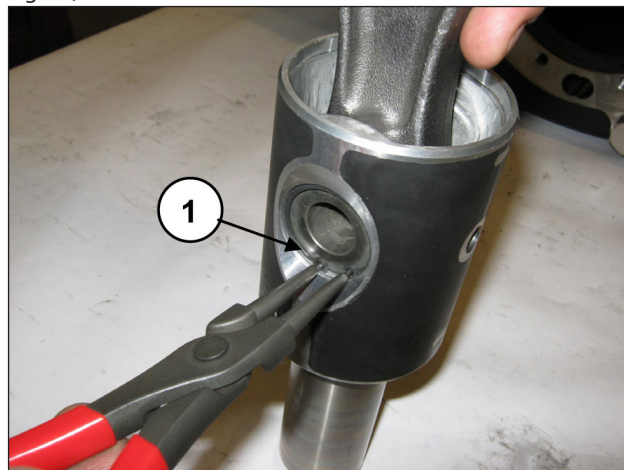

Fig. 39
Remova os dois anéis elásticos de bloqueio do pino (pos. ①, Fig. 39).
Insira a biela na guia do pistão (pos. ①, Fig. 41) e em seguida insira o pino (pos. ①, Fig. 40). Aplique os dois anéis elásticos perfilados (pos. ①, Fig. 39).